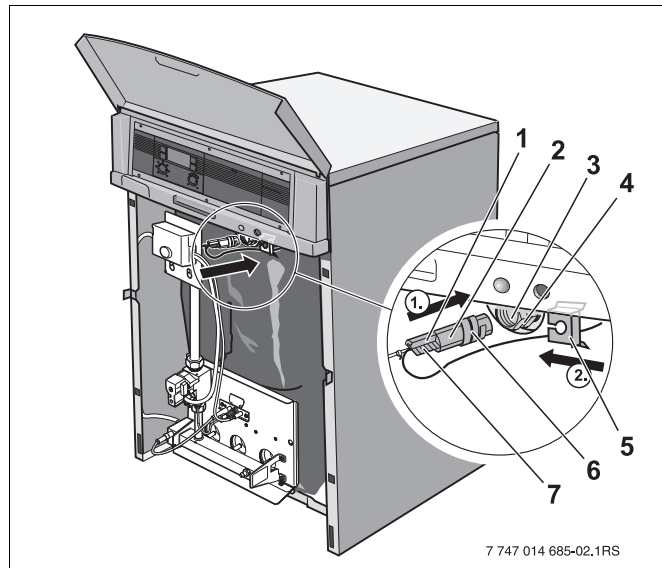

Abb. 15 Temperaturfühler montieren
- Fühlersicherung (Abb. 15, **Pos. 5**) von der Tauchhülse (Abb. 15, **Pos. 3**) abziehen.
- Temperaturfühlerpaket (Abb. 15, **Pos. 1**) aus der Tauchhülse an der Frontseite des SG 14 A ziehen.
- Blindstück (Abb. 15, **Pos. 2**) entfernen und zusätzlichen Viertelkreis-Temperaturfühler unter die Kunststoffspirale (Abb. 15, **Pos. 6**) schieben.
- Ausgleichsfeder (Abb. 15, **Pos. 7**) mit dem Temperaturfühlerpaket (Abb. 15, **Pos. 1**) bis zum Anschlag in die Tauchhülse (Abb. 15, **Pos. 3**) einschieben.
Beim Einschieben des Temperaturfühlerpakets in die Tauchhülse schiebt sich die Kunststoffspirale (Abb. 15, **Pos. 6**) automatisch zurück.
- Fühlersicherung (Abb. 15, **Pos. 5**) von der Seite auf den Tauchhülsekopf (Abb. 15, **Pos. 4**) schieben.